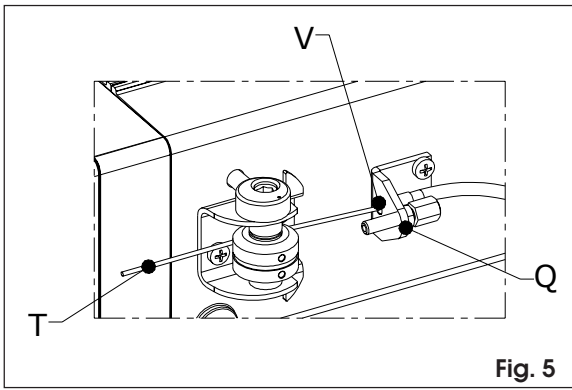

Fig. 5
- 9) Far scorrere tutto il cavo **T** nella guaina **U**; inserire poi in cavo **T** nel foro **senza registro V** della squadretta **A**, come in Fig. 5.
- 9) Thread the entire cable **T** into the sheath **U**. Then insert cable **T** into the hole **without adjuster screw V** on bracket **A** as shown in Fig. 5.
- 9) Faire passer le câble T dans la gaine U, puis dans le trou sans la vis de réglage V de la patte-équerre A, comme indiqué en Fig.5.
- 9) Pasar todo el cable T por la vaina U y, a continuación, insertarlo en el orificio sin registro V de la escuadra A (Fig. 5).
- 9) Ganze Kabellänge T in Hülle U einführen, Kabel T dann in die Bohrung ohne Register V von Winkel A einziehen, s. Abb. 5.